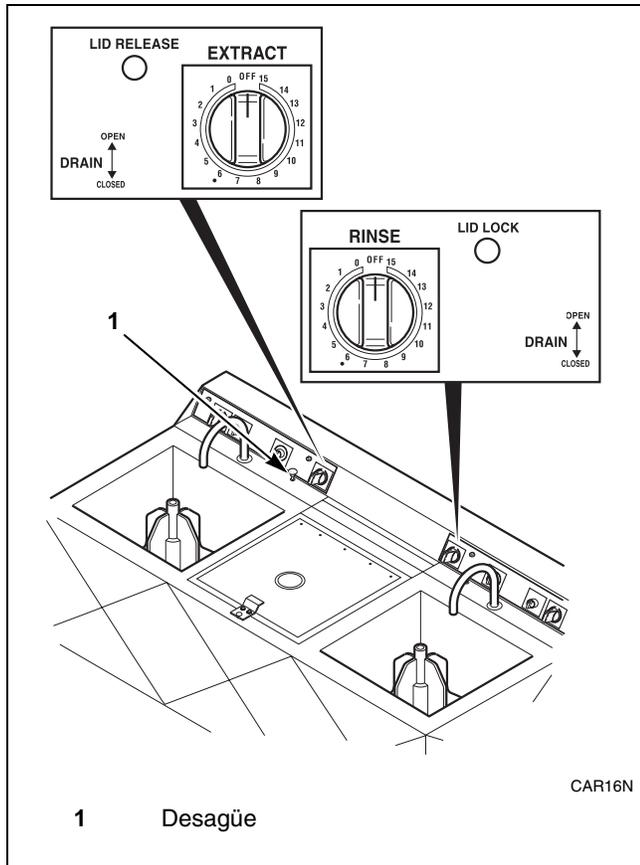

Figura 15
10. Ajuste el temporizador de extracción y el de enjuague en los tiempos deseados para cada ciclo. Consulte la *Figura 15*. Consulte la *Tabla 7* para obtener los tiempos de enjuague y extracción recomendados.
11. Cuando el ciclo se haya completado, espere a que la cesta se detenga, luego, presione el botón LID RELEASE para abrir la tapa. Consulte la *Figura 15*.